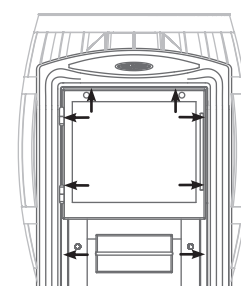

Рисунок 5. Винты для демонтажа дверки при монтаже печи «Саяны Витра»
1. открутить саморезы 8 шт., которыми прикрепляется дверца с рамкой к топливному каналу и снять ее; (см. рисунок 5)